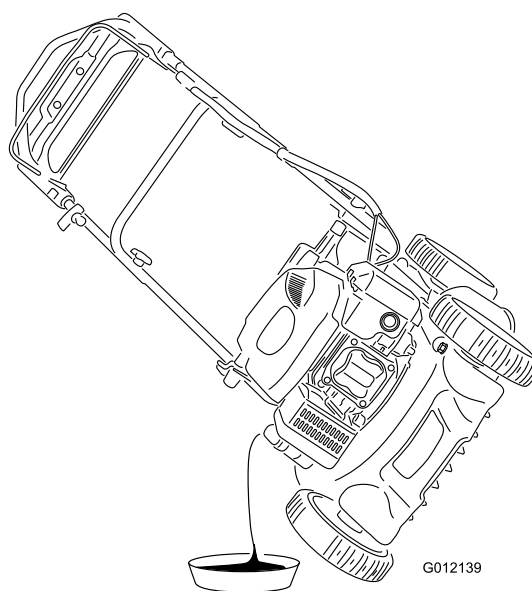

Figure 20
5. Inclinez la tondeuse sur le côté (jauge en bas) pour vidanger l'huile usagée par le goulot de remplissage (Figure 20).